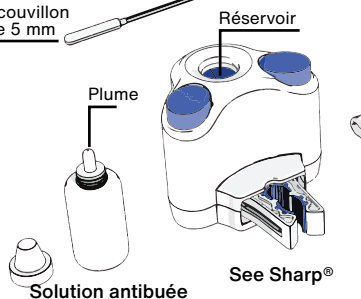

FIGURE 1
- Décoller l'étiquette de l'emballage et retirer le contenu (figure 1) qui comprend : une (1) unité See Sharp®, un (1) chiffon en microfibre, un (1) écouvillon de trocart de 5 mm, un (1) écouvillon de trocart de 12 mm, deux (1) flacons de solution antibuée.